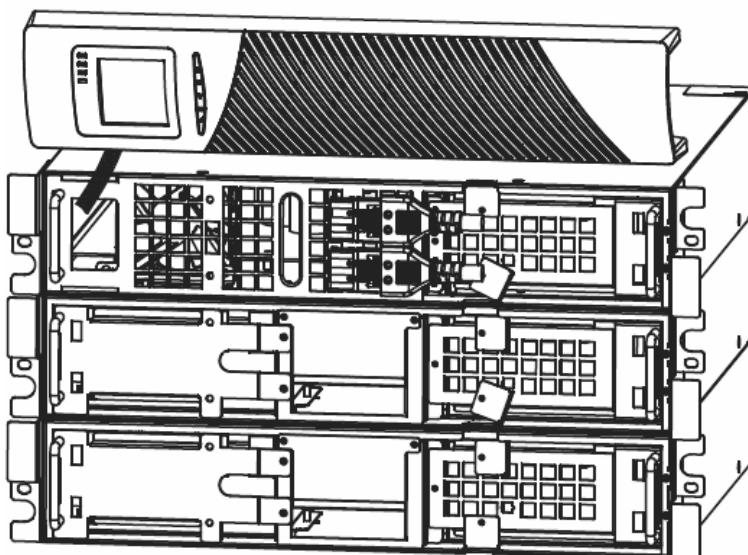

Рис. 13 Стандартная установка блоков АКБ
3. В верхней части блока аккумуляторов удалите заглушку выпускного отверстия (См. Рис. 13).
4. Если Вы устанавливаете несколько блоков аккумуляторов, для каждого блока аккумуляторов удалите заглушку впускного отверстия кабеля блока аккумуляторов в верхней и нижней части передней панели блока аккумуляторов (см. Рис. 13).
5. Вставьте кабель (кабели) блока аккумуляторов в аккумуляторный разъем (разъемы), как показано на Рис. 13. К ИБП можно подсоединить до четырех блоков аккумуляторов. Подсоедините черный к черному. Слегка нажмите на разъем для надежного соединения.